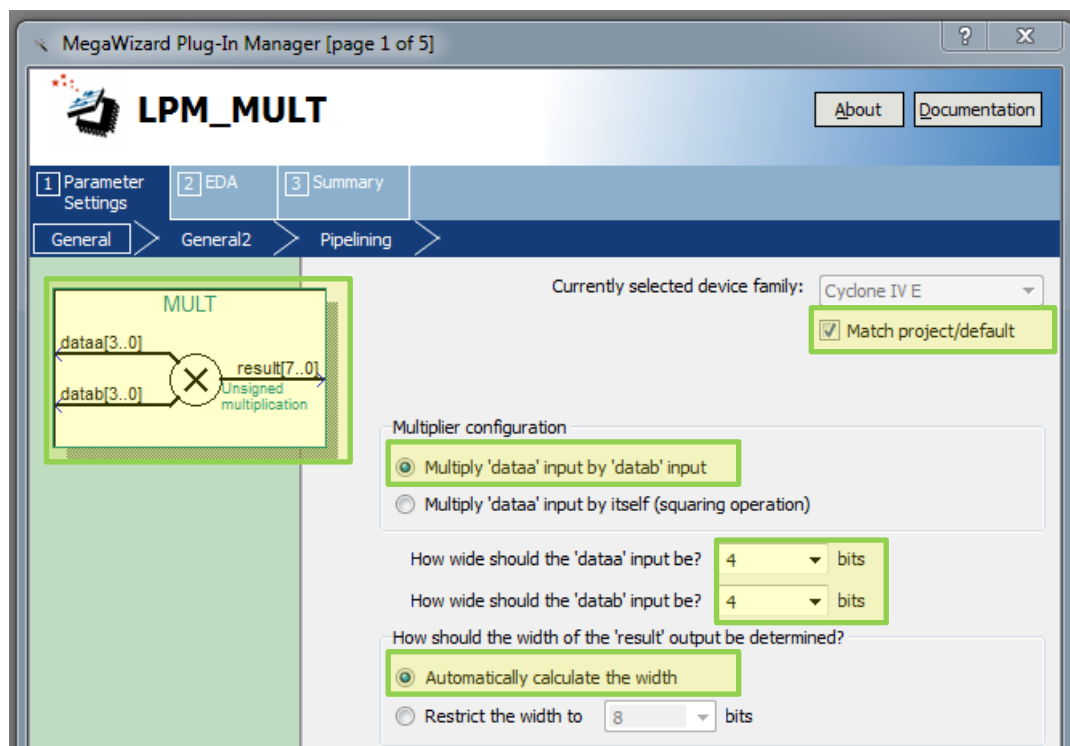

Рис. 17 Окно настройки экземпляра выбранного компонента (page 1)
5.3. В появившемся окне “**MegaWized Plug-In Manager [page 1 of 5]**” установите разрядность **4 бит** и опции как на рис. 17. Выполните «Next».